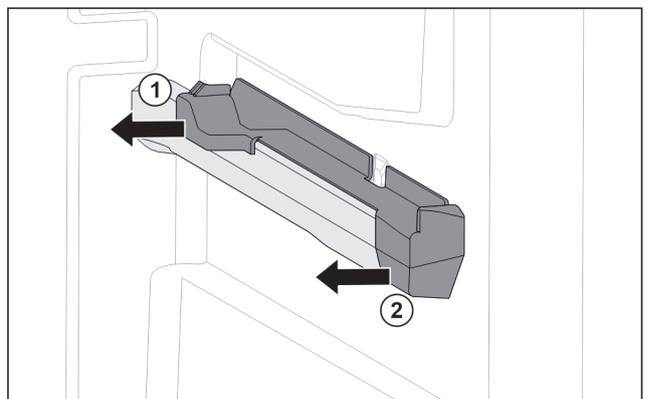

Fig. 82 Pieza de acoplamiento en la nervadura para recipientes derecha
- ▶ Retire la pieza de acoplamiento por detrás lateralmente. Fig. 82 (1)
- ▶ Retire la pieza de acoplamiento por delante lateralmente. Fig. 82 (2)